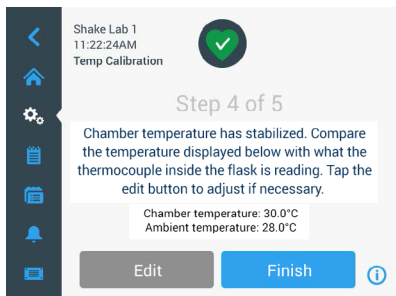

Figure 111 : Étalonnage : Chambre stabilisée avec succès à la température d'étalonnage
Un état stable est indiqué par le message **La température de la chambre s'est stabilisée**, comme représenté sur la Figure 111 ci-dessous.
- » Dès que l'écran représenté sur la Figure 111 s'affiche, comparer régulièrement la lecture de la température de votre thermocouple. Si vous jugez la température stable, vous pouvez soit appuyer sur la touche **Modifier** pour corriger, soit appuyer sur la touche **Terminer** pour terminer le processus d'étalonnage.